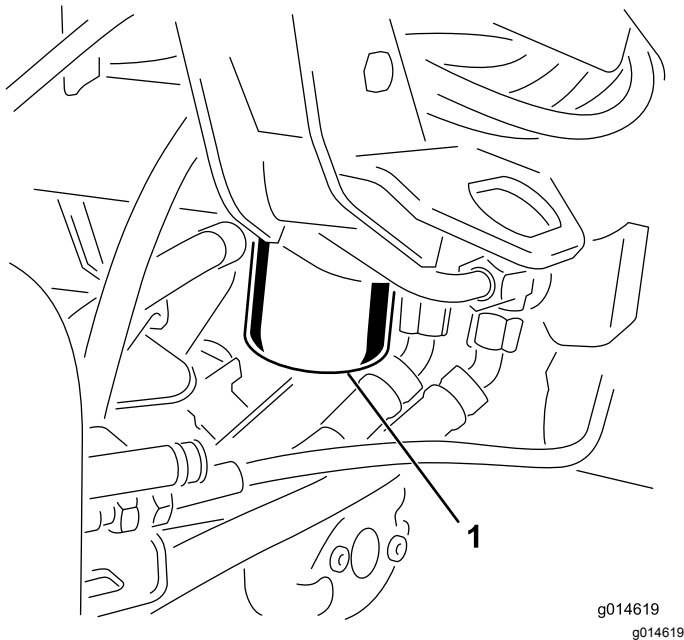

Bild 38
1. Reinigen Sie den Anbaubereich des Filters (Bild 38). Stellen Sie eine Auffangwanne unter den Filter und entfernen den Filter.